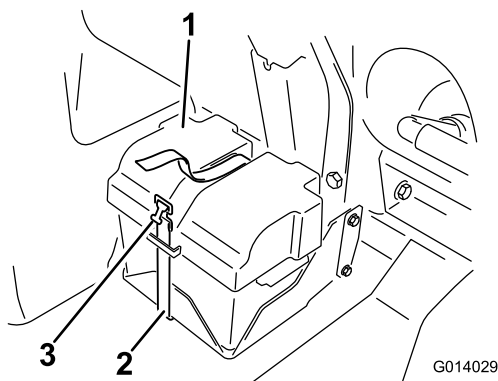

図 126
2. バッテリーについているカバーを外し、バッテリーのマイナス黒端子からケーブルを外す 図 126。
4. バッテリーカバーを取り付け、先ほど取り外したストラップで固定する 図 126。